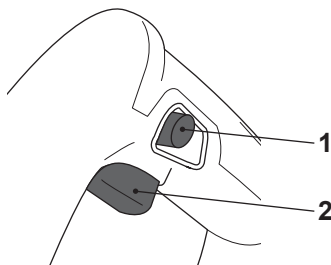

Fig. 6
- > Pressione, e mantenha pressionado, o botão de bloqueio (1).
- > Pressione o interruptor de ligado/desligado (2) para ligar o produto (Fig. 6)
- > Solte o interruptor de ligado/desligado (2) para desligar o produto.